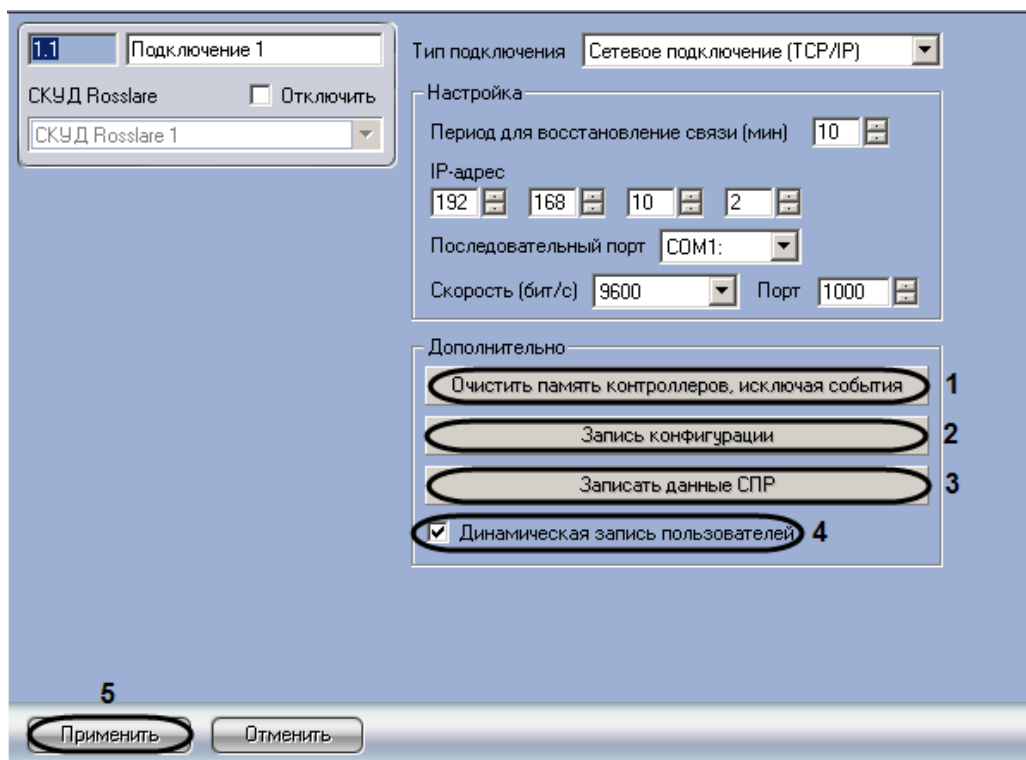

Рис. 3.8—1 Дополнительные настройки
1. Перейти на панель настроек объекта **Подключение** (Рис. 3.8—1).
2. Нажать кнопку **Очистить память контроллеров, исключая события** для очистки памяти контроллеров, исключая при этом события (см. Рис. 3.8—1, 1).
3. Нажать кнопку **Запись конфигурации** для записи в устройства *СКУД Rosslare* конфигурации оборудования *СКУД Rosslare* в программном комплексе *Интеллект* (см. Рис. 3.8—1, 2).
4. Нажать кнопку **Записать данные СПР** для записи пользователей, временных зон и уровней доступа в устройства *СКУД Rosslare* (см. Рис. 3.8—1, 3).
5. Установить флажок **Динамическая запись пользователей** для автоматической отправки изменений пользователей, временных зон и уровней доступа в устройства *СКУД Rosslare* (см. Рис. 3.8—1, 4).
6. Для сохранения изменений необходимо нажать кнопку **Применить** (см. Рис. 3.8—1, 5).